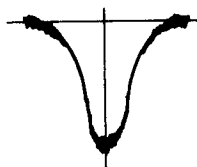

Fig. 27
- Remarque 4: Vérifier que la forme d'onde indiquée sur la Fig. 27 soit obtenue.